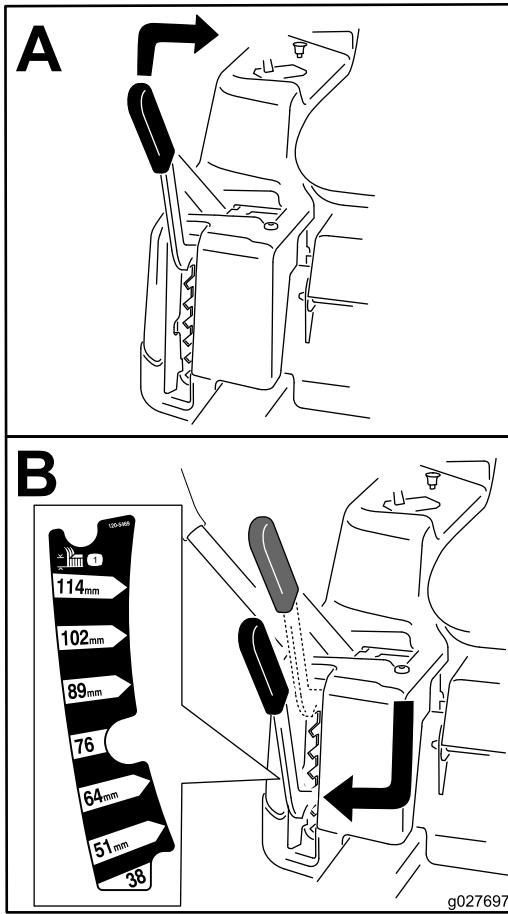

Figura 30
**Nota:** La posizione di trasferimento è la posizione dell'altezza di taglio superiore o pari a 115 mm, come illustrato nella Figura 30.
L'altezza di taglio è controllata dalla leva situata a destra della posizione operativa (Figura 30).